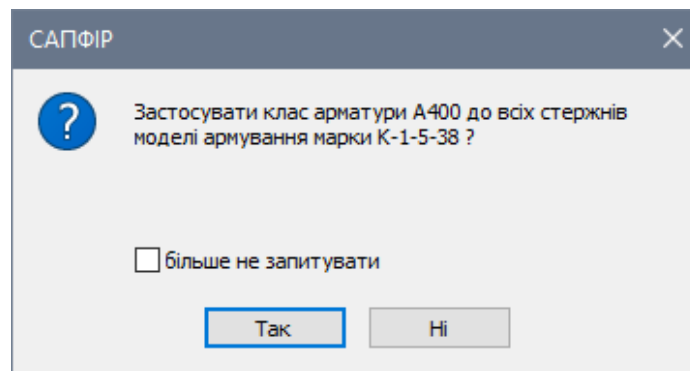

Рис. 27.20. Діалогове вікно **САПФІР**
- У діалоговому вікні САПФІР (рис. 27.20) натисніть кнопку **Так**. Відкриється нова закладка вікна з моделлю армування колони (поздовжнім і двома поперечними розрізами), законструйованою згідно підбраному типу армування.